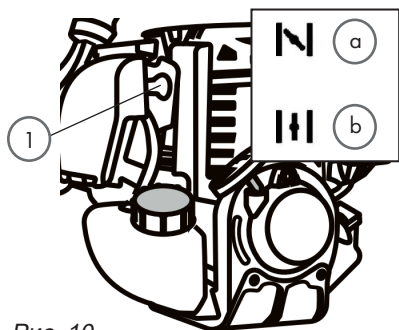

Рис. 10
На корпус бензотриммера нанесены рельефные символы, расположенные рядом с рычагом воздушной заслонки (1) (рис. 10).